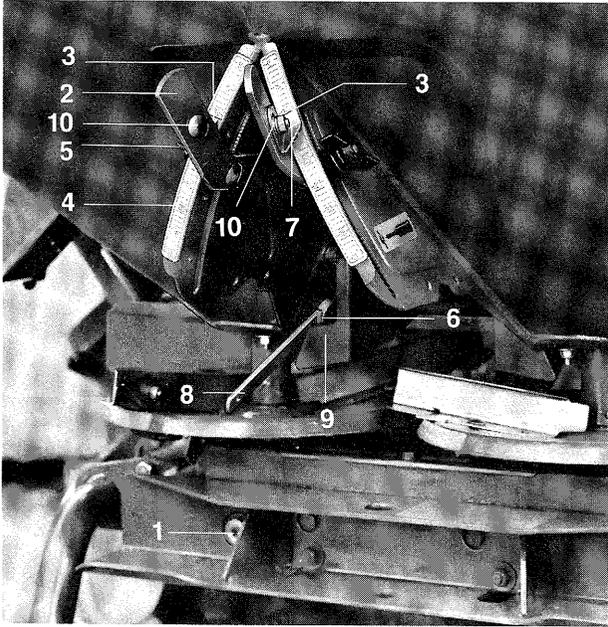

Fig. 9.2
- Zeigerablesekante (Fig. 9.2/3) von Stellhebel auf Einstellwert "11" der Skala (Fig.9.2/4 ) einstellen und Stellhebel mit Flügelschraube (Fig. 9.2/5) feststellen.
- Durch den nun freigegebenen Durchlaßöffnungsquerschnitt muß die Einstelllehre (Fig. 9.2/6) (Sonderausstattung) leicht hindurchzuschieben sein.
**Ist dies nicht der Fall (freigegebener Öffnungsquerschnitt zu klein bzw. zu groß), Zeiger (Fig. 9.2/7) an Stellhebel wie folgt nachjustieren:**
- Einstellehre in Durchlaßöffnung einstecken und mittels Haltegriff (Fig. 9.2/8) hinter Leitblech (Fig. 9.2/9) festklemmen.
- Stellhebel (Fig. 9.2/2) gegen Schieber verschwenken und mit Flügelschraube (Fig. 9.2/5) arretieren.
- Zeigerbefestigung (Fig. 9.2/10) lösen.
- Zeigerablesekante (Fig. 9.2/3) auf Einstellwert "11" der Skala einstellen und Zeiger (Fig. 9.2/7) in dieser Position an Stellhebel befestigen.